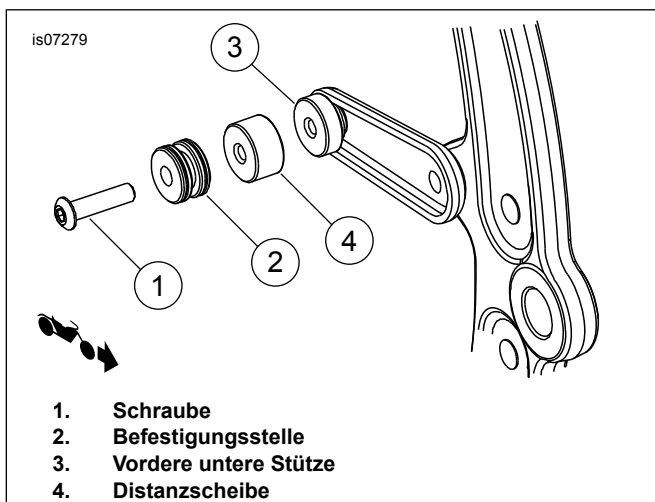

Abbildung 5. Untere, vordere Befestigungsstelle (mit anderen abnehmbaren Zubehörteilen)
1. Siehe Abbildung 5. Die Mini-Befestigungsstelle (2) und Distanzscheibe (4) auf der Schraube (1) anbringen.
3. Die Schraube in die untere vordere Stütze (3) einbauen. Die Schraube auf ein Drehmoment von 16,3–24,4 N·m (12–18 ft-lbs) anziehen.